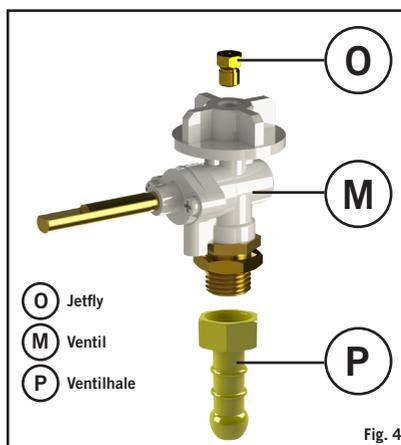

Fig. 4
- Skru en slange med det riktige gevinn på hver ende, på det venstre 1/4" BSP gevinn på ventilen (O) (fig.4). Fastgjør en passende 50 mbar lavtrykksregulator på slangens anden ende. Slangen skal være i overensstemmelse med DIN 4815 del 2 eller liknende.